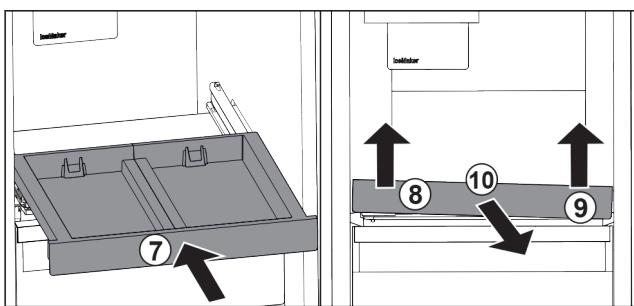

Fig. 103
- ▶ Zasuňte vysouvací přihrádku. Fig. 103 (7)
- ▶ Vysouvací přihrádku vpředu vlevo nadzvedněte. Fig. 103 (8)
- ▶ Vysouvací přihrádku vpředu vpravo nadzvedněte. Fig. 103 (9)
- ▶ Odeberte vysouvací přihrádku směrem dopředu. Fig. 103 (10)